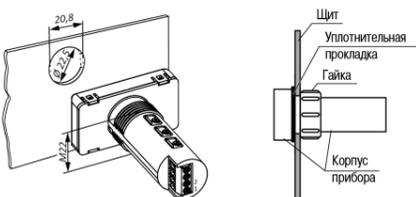

Рисунок 1 – Монтаж прибора щитового крепления
1. Подготовить в щите круглое отверстие диаметром 22,5 мм (см. рисунок 1).